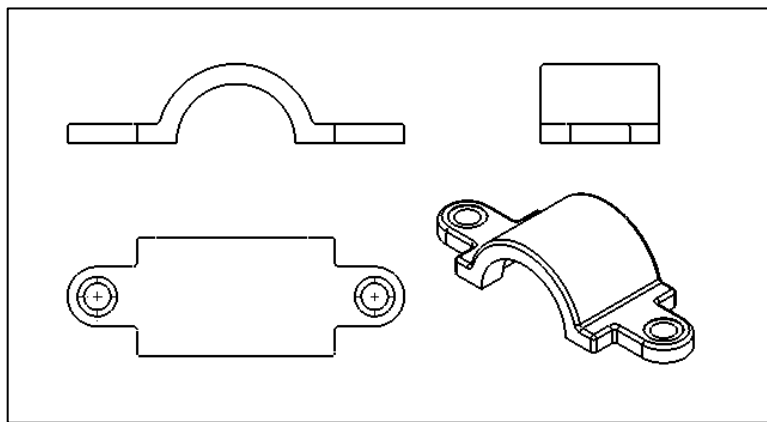
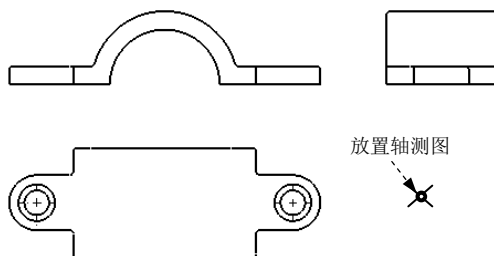

图 4.7.1 创建基本视图
图 4.7.3 隐藏切边
本范例是一个简单的工程图视图制作范例，通过本例的学习，读者可以认识到工程图视图创建的一般操作步骤。本范例的工程图视图如图 4.7.1 所示。
(2) 参照以上步骤，隐藏左视图和俯视图的切边，结果如图 4.7.3 所示。
Step5. 放置轴测图。选择下拉菜单 **插入(I)**  **工程图视图(V)**  **模型(M)...**  命令，在“模型视图”对话框(一)中双击 **要插入的零件/装配体(E)**  区域的零部件名称 **ex01**，然后在“模型视图”对话框(二)的 **方向(D)** 区域中单击“等轴测”按钮 ，在图 4.7.3 所示的位置放置等轴测视图，单击对话框中的  按钮，结果如图 4.7.1 所示。